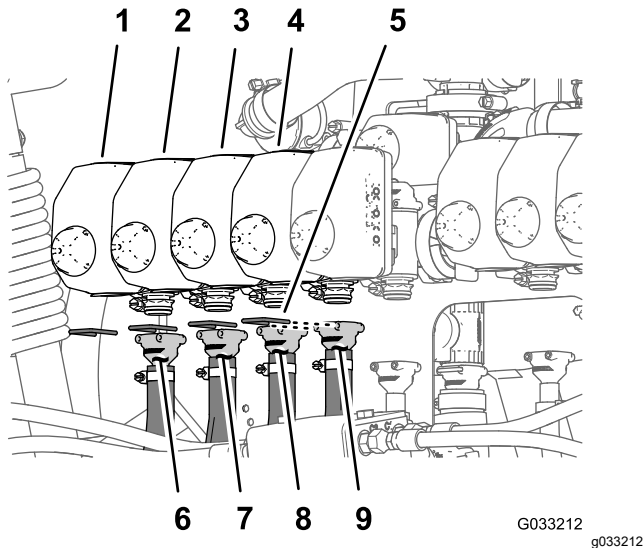
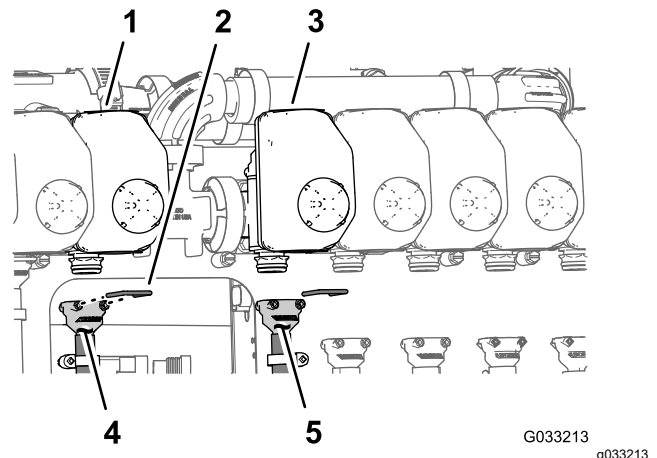
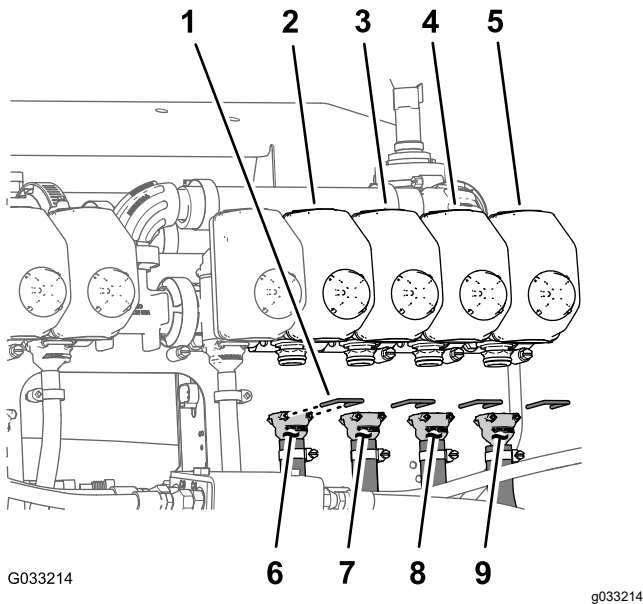

Figura 72
Figura 73
Figura 74
**Nota:** Consulte la Figura 72 en Conexión de las mangueras a las válvulas de boquillas 1 a 4 \(página 38\), la Figura 73 en Conexión de las mangueras a las válvulas de boquilla 5 y 6 \(página 38\), y la Figura 74 en Conexión de las mangueras a las válvulas de boquilla 7 a 10 \(página 39\) para conocer las posiciones de las válvulas de las boquillas.
1. Monte el conector dentado recto de una manguera de suministro de 279 cm (110") en el acoplamiento de la válvula de boquilla 1 (Figura 72).
2. Sujete el conector dentado al acoplamiento con una horquilla de retención (Figura 72).
3. Monte el conector dentado recto de una manguera de suministro de 234 cm (92") en el acoplamiento de la válvula de boquilla 2 (Figura 72).
4. Sujete el conector dentado al acoplamiento con una horquilla de retención (Figura 72).
5. Monte el conector dentado recto de una manguera de suministro de 188 cm (74") en el acoplamiento de la válvula de boquilla 3 (Figura 72).
6. Sujete el conector dentado al acoplamiento con una horquilla de retención (Figura 72).
7. Monte el conector dentado recto de una manguera de suministro de 188 cm (74") en el acoplamiento de la válvula de boquilla 4 (Figura 72).
8. Sujete el conector dentado al acoplamiento con una horquilla de retención (Figura 72).
1. Monte el conector dentado recto de una manguera de suministro de 81 cm (32") en el acoplamiento de la válvula de boquilla 5 (Figura 73).
2. Sujete el conector dentado al acoplamiento con una horquilla de retención (Figura 73).
acoplamiento de la válvula de boquilla 6 (Figura 73).
4. Sujete el conector dentado al acoplamiento con una horquilla de retención (Figura 73).
1. Monte el conector dentado recto de una manguera de suministro de 188 cm (74") en el acoplamiento de la válvula de boquilla 7 (Figura 74).
2. Sujete el conector dentado al acoplamiento con una horquilla de retención (Figura 74).
3. Monte el conector dentado recto de una manguera de suministro de 188 cm (74") en el acoplamiento de la válvula de boquilla 8 (Figura 74).
4. Sujete el conector dentado al acoplamiento con una horquilla de retención (Figura 74).
5. Monte el conector dentado recto de una manguera de suministro de 234 cm (92") en el acoplamiento de la válvula de boquilla 9 (Figura 74).
6. Sujete el conector dentado al acoplamiento con una horquilla de retención (Figura 74).
7. Monte el conector dentado recto de una manguera de suministro de 279 cm (110") en el acoplamiento de la válvula de boquilla 10 (Figura 74).
8. Sujete el conector dentado al acoplamiento con una horquilla de retención (Figura 74).